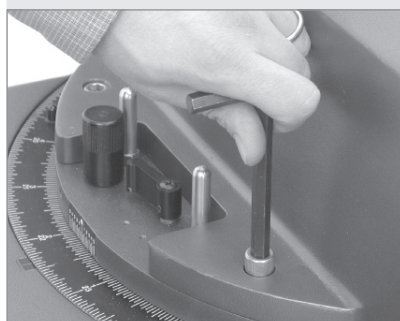

Fig. 49 : Boulonnez la fourche à l'embase.
- Boulonnez la fourche à l'embase à l'aide des quatre boulons longs 3/8 "-16x3/4" (Fig. 49). A l'aide de la clé à six pans fournie, serrez fermement.